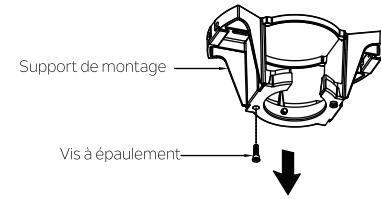

Fig. 14
**Étape 1.** Retirez l'une des deux vis à épaulement du support de montage. Desserrez la deuxième vis à épaulement sans toutefois la retirer complètement. (Fig. 14)